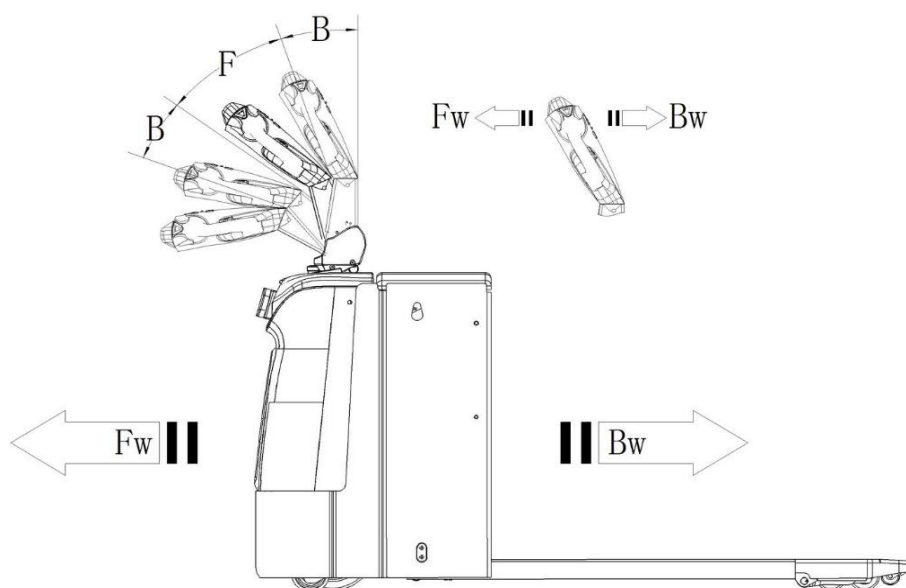

Рис. 9: Направления движения
После того, как ключ запуска (рис. 1, поз. 10) повернут в положение ON (или введен код на пин-панели) и аварийная кнопка поднята, переведите ручку управления в рабочее положение («F», рис.9).
Отклоните маховики управления в нужном направлении «вперед» («Fw», рис. 9) или «назад» («Bw», рис. 9).
- Тележка тормозит, если ручку управления перевести в верхнее или нижнее положение к точкам торможения («В», рис. 9). При отпускании рукоять управления автоматически возвращается в верхнее положение к точке торможения («В», рис. 9). Тележка будет тормозить, пока не остановится.
- Кнопка противоотката (безопасности) (рис. 1, поз. 1) защищает оператора от получения повреждений и травм. Если эта кнопка включена, тележка притормаживает и/или начинает движение в противоположном направлении («Вw», рис. 9) на небольшое расстояние и останавливается. Необходимо помнить, что эта кнопка действует, даже если тележка не едет, но ручка управления находится в рабочем положении.